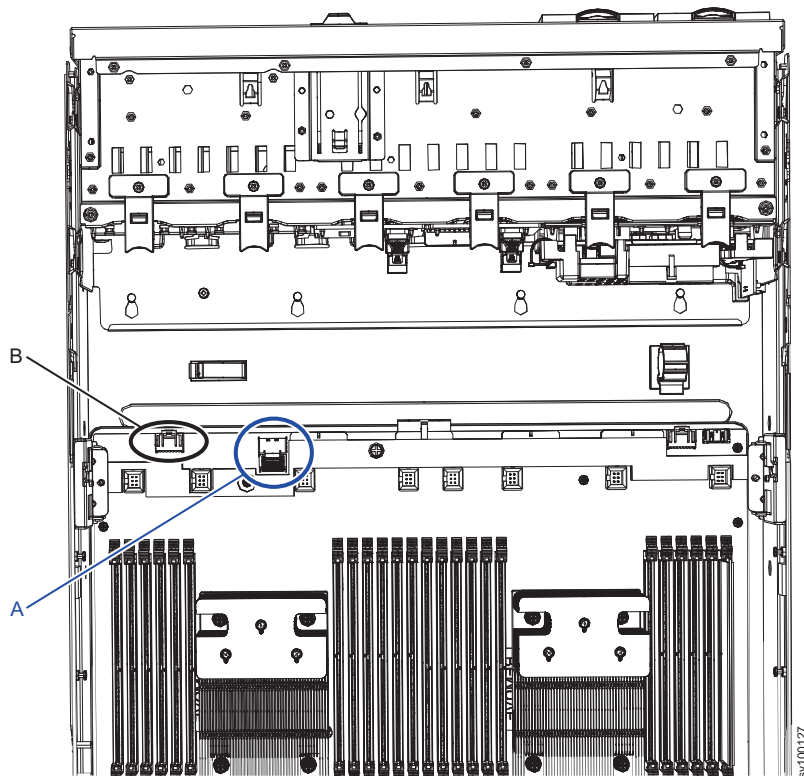

Figura 268. Conectores a cabo na placa-mãe do 2145-SV1 para os Cabos do Painel de Informações do Operador
3. Conecte cada cabo ao conector apropriado na placa-mãe, conforme mostrado em Figura 268 na página 335.